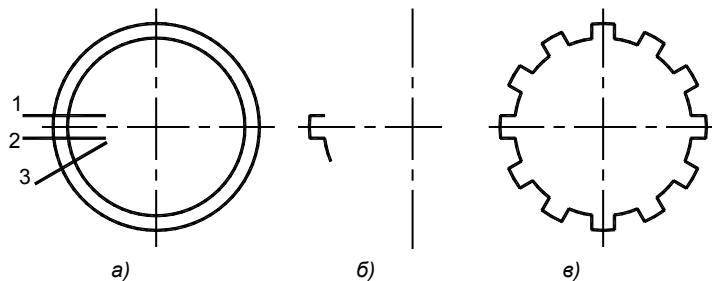

Рис. 1.8. Шлицевое отверстие: а — разметка; б — единичный паз; в — круговой массив
**Шлицевое отверстие.** Построим профиль одного шлицевого паза, затем размножим его как круговой массив из 12 элементов (рис. 1.8):
- `circle` \ 0,0 \ d \ 64 \ ПЩ — повтор команды \ 0,0 \ d \ 55 — построены окружности наружной и внутренней поверхностей пазов (см. рис. 1.8, а);
- `trim` \ ПЩ \ укажите удаляемые сегменты — на экране должны остаться элементы, соответствующие профилю одного шлица — это две дуги и два отрезка (см. рис. 1.8, б);